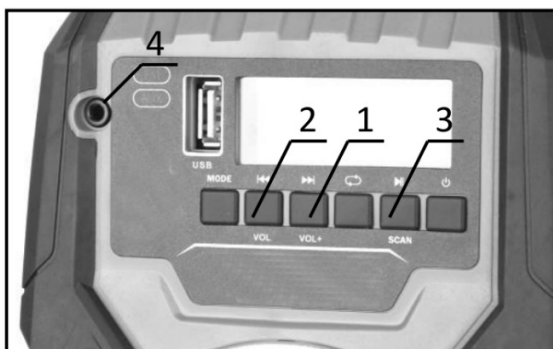

Рисунок 6. Схема увімкнення та вимкнення виробу.
Для збільшення гучності відтворення аудіосигналу слід затиснути кнопку «ГУЧН +») / «Вперед» (1, рис. 6). Коли буде встановлено необхідний рівень гучності, слід відпустити кнопку.
Для зменшення гучності відтворення аудіосигналу слід затиснути кнопку «ГУЧН -») / «Назад» (2, рис. 6). Коли буде встановлено необхідний рівень гучності, слід відпустити кнопку.
На початку роботи виробу в режимі FM-радіоприймача необхідно запустити сканування FM-діапазону та пошук радіостанцій з достатнім рівнем сигналу. Для цього необхідно натиснути кнопку «СКАН» (3, рис. 6). Виріб почне сканування FM-діапазону від поточної частоти, що відображається, запише і пронумерує станції. Щоб зупинити сканування та пошук радіостанцій, слід ще раз натиснути кнопку «СКАН».
Після переходу в режим FM-радіоприймача виріб почне відтворення аудіосигналу зі станції з найнижчою частотою. Для переналаштування виробу на наступну станцію (з більшою частотою) необхідно натиснути кнопку «ГУЧН +») / «Вперед» (1, рис. 6), а щоб перейти на попередню станцію - кнопку «ГУЧН -») / «Назад» (2, рис. 6).
3. Для керування відтворенням аудіоконтенту необхідно: для переходу на наступний файл натиснути кнопку «ГУЧН +») / «Вперед» (1, рис. 6), а щоб перейти на попередній файл - кнопку «ГУЧН -») / «Назад» (2, рис. 6).